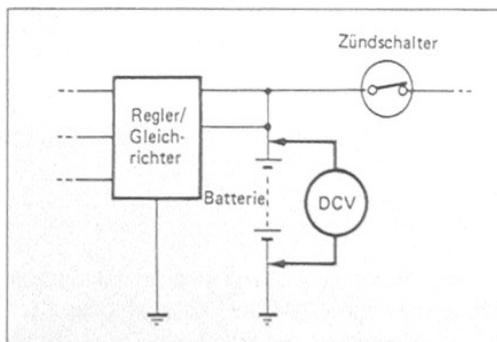

Bild 83
- Zur **Messung der Regelspannung** muss Batterie in gutem Zustand (Batteriespannung mindestens 12,8 V) und Motor auf Betriebstemperatur sein. Voltmeter an Batterie (positive Messspitze an Pluspol; negative an Minuspol) und induktiven Drehzahlmesser an Zündkerzenkabel anschliessen (Bild 83). Drehzahl allmählich erhöhen. Spannung bei 5000/min muss sich auf 14 bis 15,5 Volt einregeln.